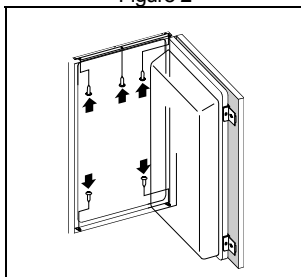

Figure 5
- A la fin, fixez l'appareil dans le meuble. Vissez l'appareil à la partie haute du meuble avec trois vis A 4 x 12 par la plaquette du haut et au fond du meuble avec deux vis par A 4 x 16 les pivots inférieurs. Forez les trous de $\varnothing 3 \times 5$ pour les vis (Figure 5).